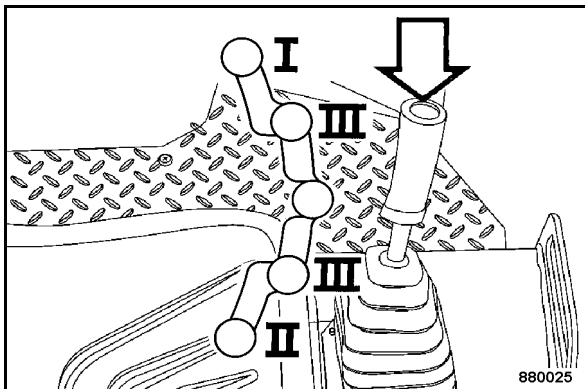

Fig. 75
- N'appuyer sur la touche de la vibration (Fig. 75) qu'après avoir déplacé le levier de commande de marche sur la direction de marche désirée.